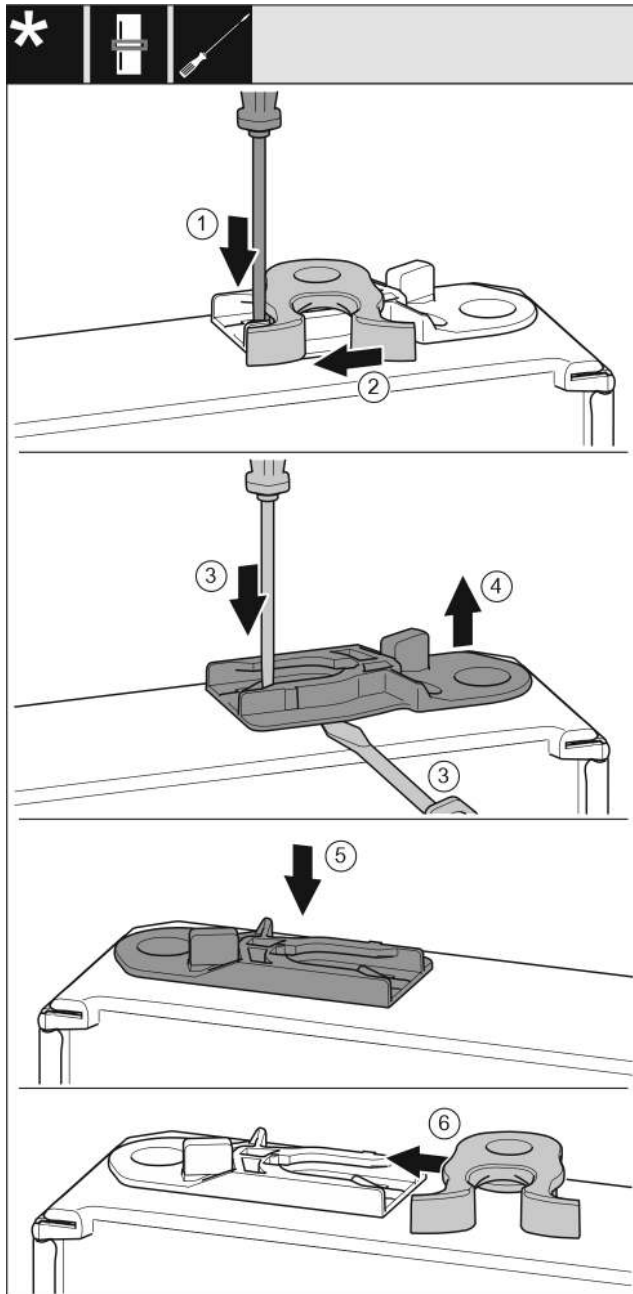

Fig. 18
- Нажмите шлицевой отверткой на накладку вниз. Fig. 18 (1)
- Выведите запорный крючок из направляющей. Fig. 18 (2)
- Извлеките направляющее гнездо: Нажмите на накладку шлицевой отверткой и одновременно переместите ее при помощи шлицевой отвертки под направляющее гнездо. Fig. 18 (3, 4)
- Входящее в комплект поставки направляющее гнездо вставьте на другой стороне корпуса. Fig. 18 (5)
- Запорный крючок вставьте в направляющую. Fig. 18 (6)